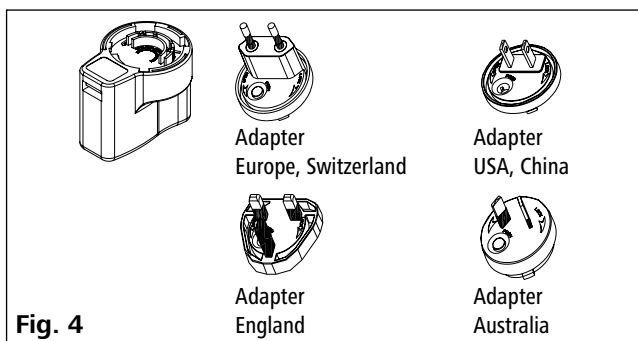

Fig. 4
- OS 1.0 Netzteil (für **WiCo**) (siehe Fig. 4)